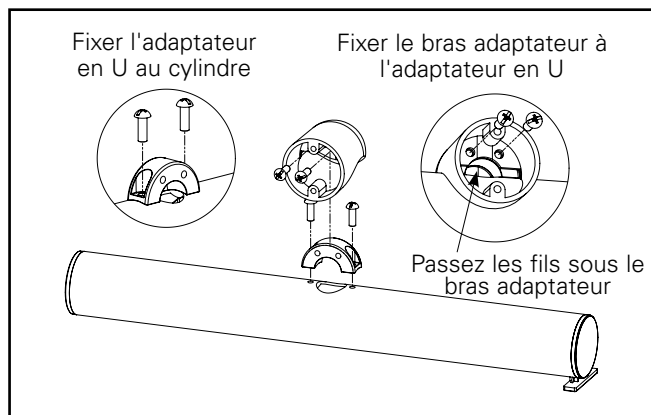

Figure 3.
**c. MONTAGE MURAL :** Déplacez le faisceau de câbles du boîtier vers le côté du mur du luminaire. Montez l'adaptateur U sur le boîtier à l'aide des deux vis, en faisant passer les fils sous l'adaptateur. Faites passer le faisceau de câbles du boîtier dans le bras de l'adaptateur et abaissez le bras de l'adaptateur sur l'adaptateur en U. Alignez les trous de vis sur le côté de l'adaptateur en U et les trous de vis du bras de l'adaptateur interne et fixez-les ensemble avec deux vis. Faites passer le faisceau de câbles du boîtier à travers le trou central sélectionné sur la monture et fixez la monture au bras adaptateur avec deux vis. Assurez-vous que le trou de la vis de fixation de la monture est orienté vers le bas (voir figure 3).